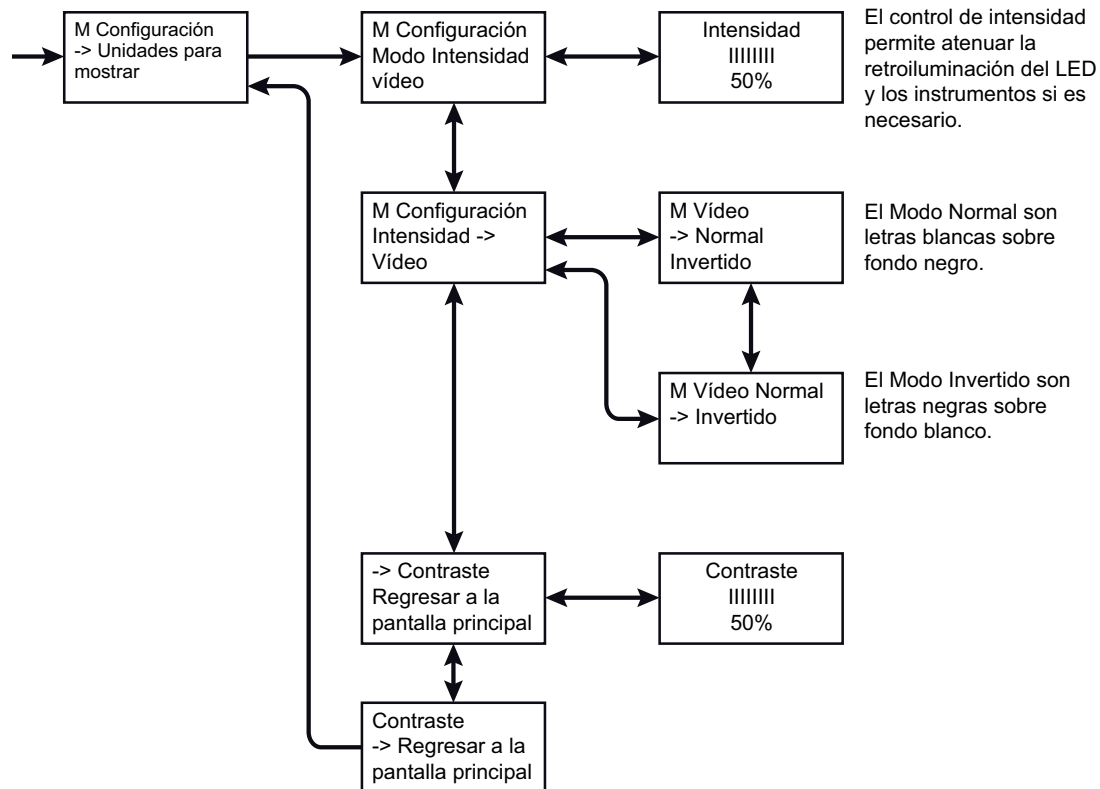

Figura 7
4. Use los botones ARRIBA y ABAJO para resaltar y el botón ENTRAR para seleccionar el ajuste de pantalla deseado. **Ver la Figura 7.**